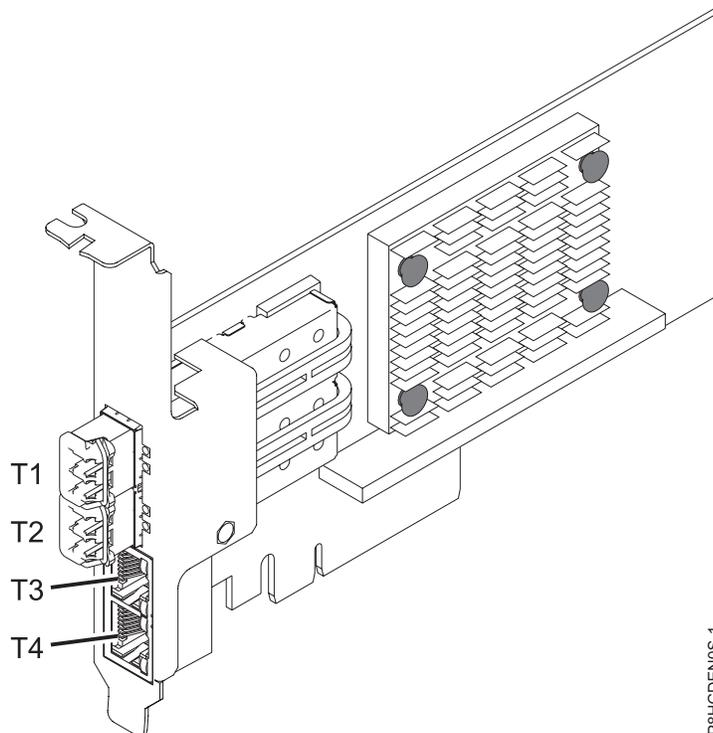

図 61. FC EN0S アダプター
この 4 ポート・アダプターは、2 個の 10 Gb スモール・フォーム・ファクター・プラグ可能 (SFP+) 光 SR トランシーバー・ポートと 2 個の 1 Gb RJ45 イーサネット・ポートを提供します。2 個の 10 Gb SR ポートは、リトル・コネクタ (LC) 二重タイプ・コネクタを備えています。光トランシーバーは、短波レーザー光学を使用し、LC コネクタ付きの MMF-850nm ファイバー・ケーブルで接続されます。光ケーブルについて詳しくは、93 ページの『ケーブル』を参照してください。各 10 Gb ポートは公称データ速度 10 Gbps (G ビット/秒) のイーサネット接続を提供します。92 ページの図 61 は、FC EN0S アダプターを示しています。